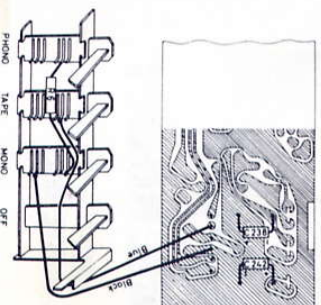

Fig. 6. Venderseksjonen og MF-platen sett fra foliesiden i Huldra 8.
7. Monter C238 og C242 (16 μF, 25 V) på MF-platen som vist på fig. 6.